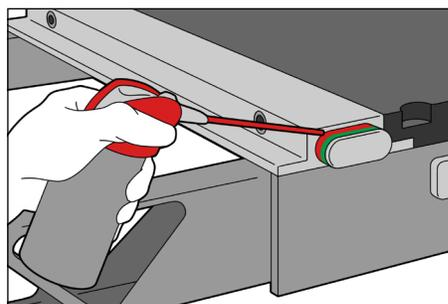

Fig. 5
7. Spruzzare del lubrificante nello spazio tra la parte superiore del pulsante e l'alloggiamento del fermo per lubrificare i componenti interni. (Fig. 5)